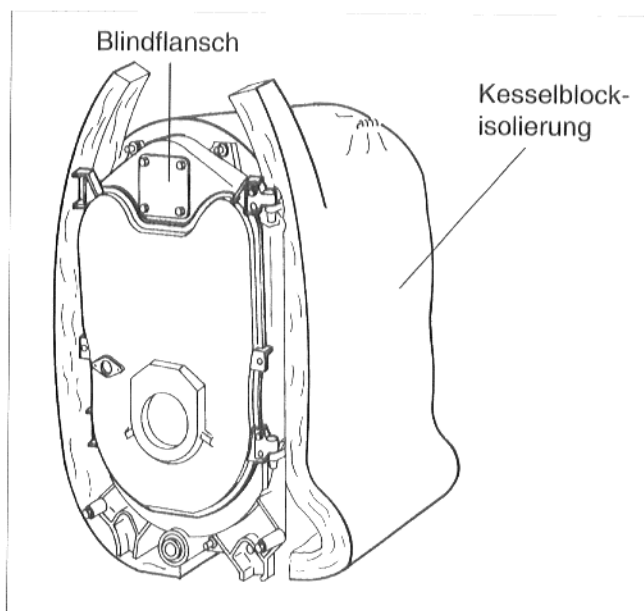

Abb. 17
- Blindflansch mit Maschinenschrauben und eingelegter Flachdichtung vor die obere Kesselnahe schrauben (Abb. 17).
- Kesselblockisolierung mittig auf den Kesselblock auflegen. Die beiden Enden der Kesselblockisolierung zwischen den Kesselfüßen unter den Kesselblock schieben (Abb. 17).